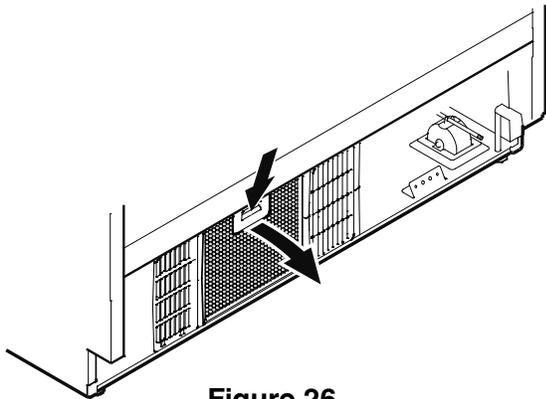

Figure 26
- Presser le bouton du filtre à air vers le bas, faire basculer le filtre vers l'avant puis le retirer - **Figure 26**.